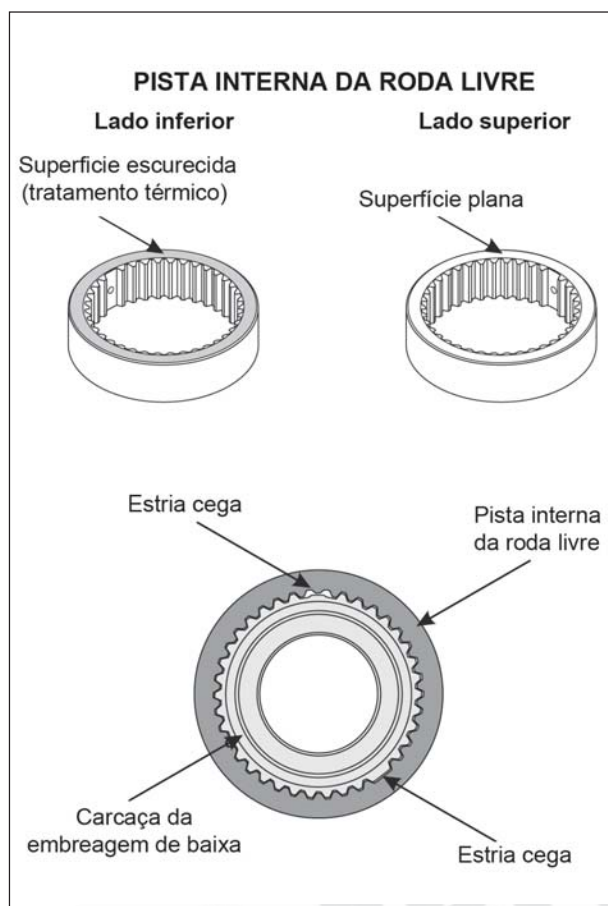
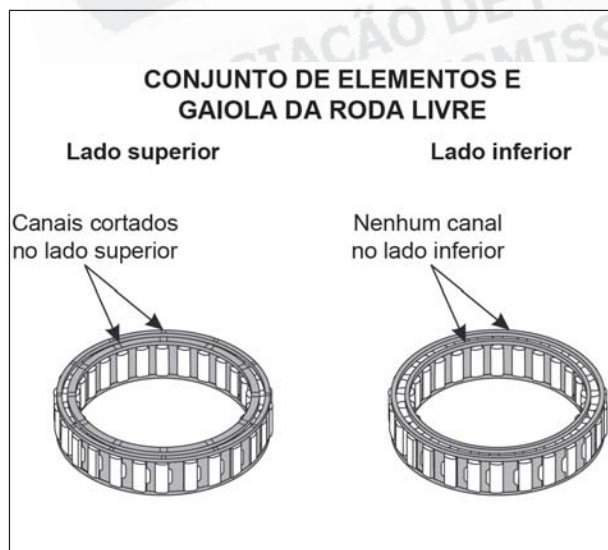
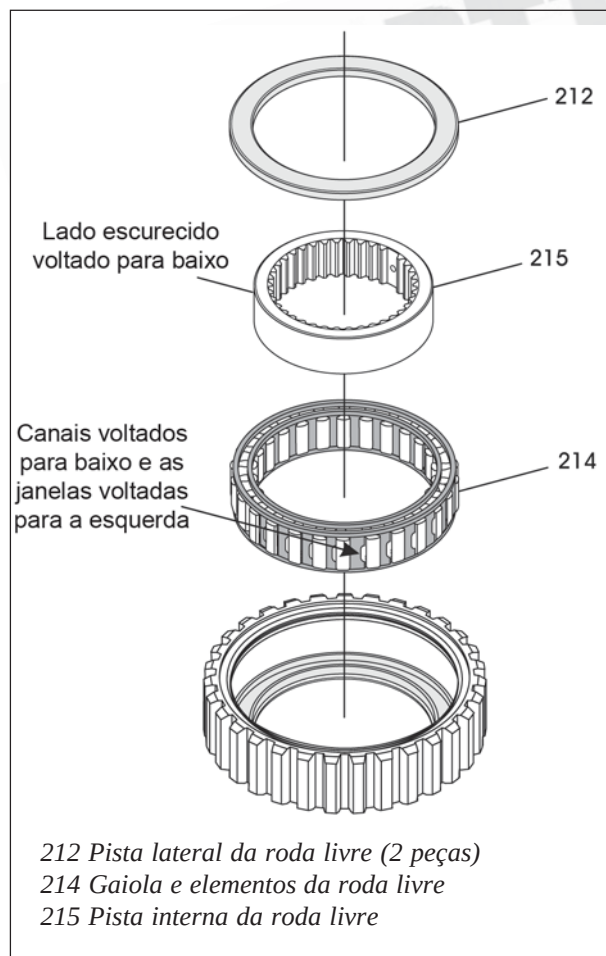

Figura 137
Figura 138
Figura 141
A roda livre pode ser montada de maneira errada facilmente. A figura 135 mostra a maneira correta como a roda livre vai montada na carcaça da embreagem de baixa. Existem contudo três peças que possuem montagem direcional. Note na figura 136 que a pista externa possui um rebaixo e é chanfrada na parte inferior e seu lado superior é plano. Veja ainda que na figura 137 se indica que a pista interna é escurecida (tratamento térmico) no seu lado superior e possui duas estrias cegas, um macho e outra fêmea. Desde que as estrias cegas também são fora de alinhamento, isto torna a pista interna direcional e não se ajustará na carcaça da embreagem de baixa se estiver de cabeça para baixo. Veja ainda na figura 138 que a gaiola da roda livre e elementos possuem canais cortados na parte superior e nenhum canal na parte inferior.
5. Instale a gaiola da roda livre e elementos na pista externa, conforme mostra a figura 141.
Os canais na gaiola plástica (veja figura 138) devem estar voltados para baixo e as janelas voltadas para a esquerda, conforme mostra a figura 141.
6. Lubrifique e instale a pista interna na gaiola com os elementos, conforme mostra a figura 141, utilizando um movimento anti-horário.
A pista interna deve ser instalada com o lado escurecido voltado para baixo de maneira que as estrias cegas fiquem alinhadas para instalação (veja figura 137).
7. Instale a segunda placa de apoio lateral na direção mostrada na figura 141 e empurre-a contra a gaiola da roda livre.